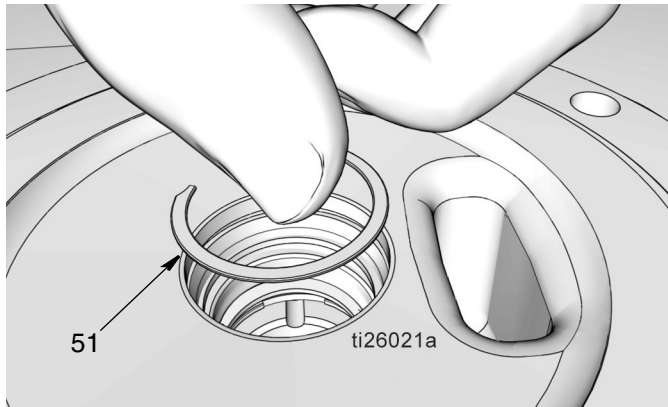

Рис. 37
- f. Установите поддерживающий зажим (51) (Рис. 37). Вы должны услышать “щелчок”, если поддерживающий зажим правильно посажен в пазу.